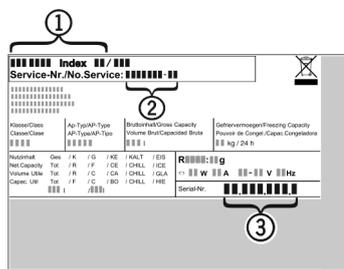

Fig. 9
- ▶ 读取铭牌上的设备名称 Fig. 9 (1)、服务号 Fig. 9 (2) 和序列号 Fig. 9 (3)。铭牌位于设备内左侧。
- ▶ 通知客户服务部, 并告知设备名称 Fig. 9 (1)、服务号 Fig. 9 (2) 和序列号 Fig. 9 (3)。